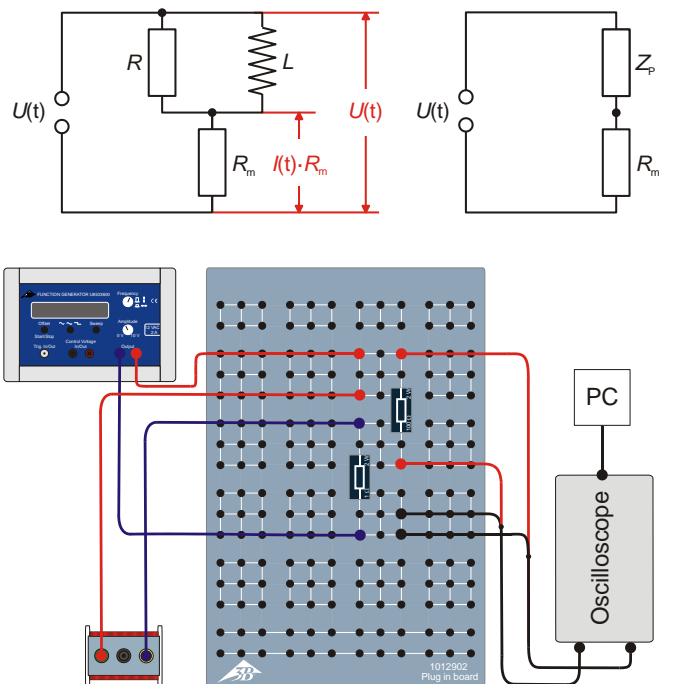

Fig. 3: Schéma de couplage (en haut à gauche), schéma équivalent (en haut à droite) et schéma du montage (en bas) pour le circuit parallèle.
- Réaliser l'agencement de mesure pour le circuit parallèle (Fig. 1, à droite) conformément au schéma de couplage (Fig. 3) avec $R_m = 1 \Omega$, $R = 100 \Omega$ et la bobine avec $N = 1200$ spires / $L = 23,0 \text{ mH}$.